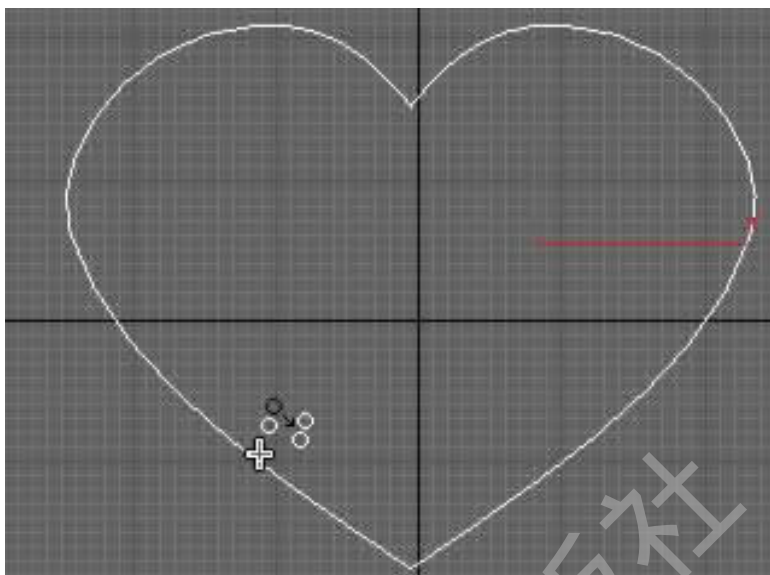

图 2-38 附加
Step 4. 进入线的修改面板,使用“附加”将两个图形附加到一起,这样两个图形就变成一个整体,如图 2-38 示。